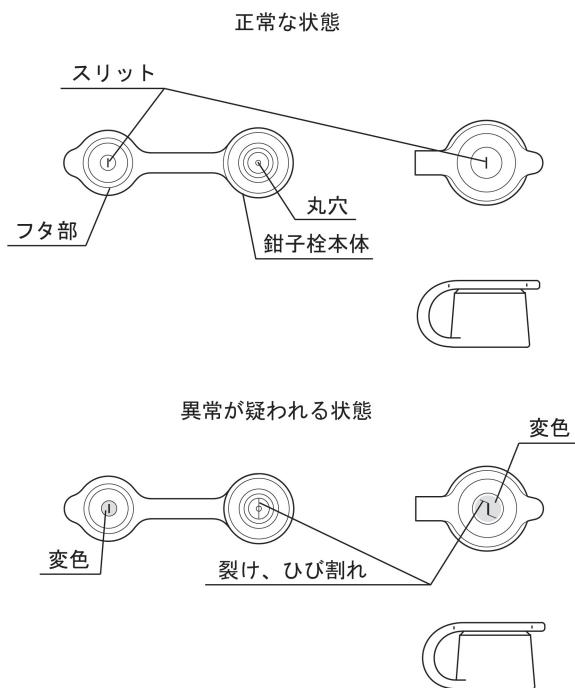

図3
- 12.鉗子栓のフタ部のスリットまたは鉗子栓本体の丸穴に裂け、ひび割れ、変形、変色などの異常がないことを目視で確認すること（図3参照）。